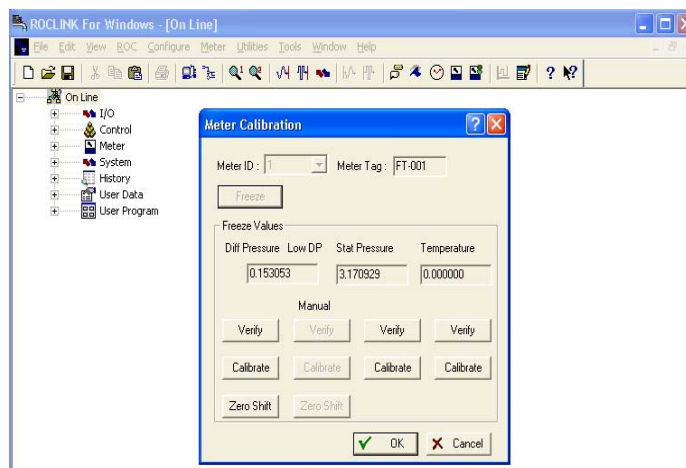

Figura 1
2.1 Seleccionar el menú **Meter** → **Calibration**, luego seleccionar el nombre del MVS y presionar **Freeze** para congelar los valores del proceso durante la calibración, al seleccionar **Freeze** el Software Roclink crea un reporte de calibración que puede ser recuperado en formato EXCEL, tal como se muestra en la figura 1.